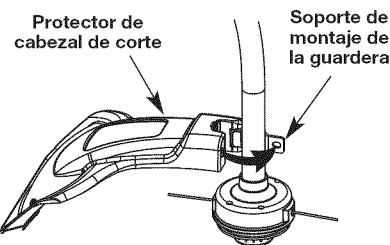

Fig. 1
1. Coloque el protector de cabezal de corte en el bastidor del eje. Cerciórese de que el soporte de montaje de la guardera se deslice en la ranura situada en el borde del protector de corte. Gire el protector en sentido antihorario hasta que quede en su lugar (Fig. 1). Los